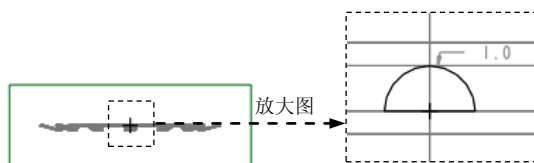

图 23.16 截面草图
(2) 单击 **模型** 功能选项卡 **切口和曲面** 区域中的  按钮，在操控板中，确认“实体”按钮  被按下。
① 定义草绘截面放置属性。在绘图区域右击，从系统弹出的菜单中选择 **定义内部草绘...** 命令；然后选取 ADTM1 基准平面为草绘平面，选取 MOLD_PARTING_PLN 基准平面为参考平面，方向为 **上**；单击对话框中的 **草绘** 按钮。
② 绘制截面草图。绘制图 23.16 所示的截面草图；完成特征截面的绘制后，单击“草绘”操控板中的“确定”按钮 。